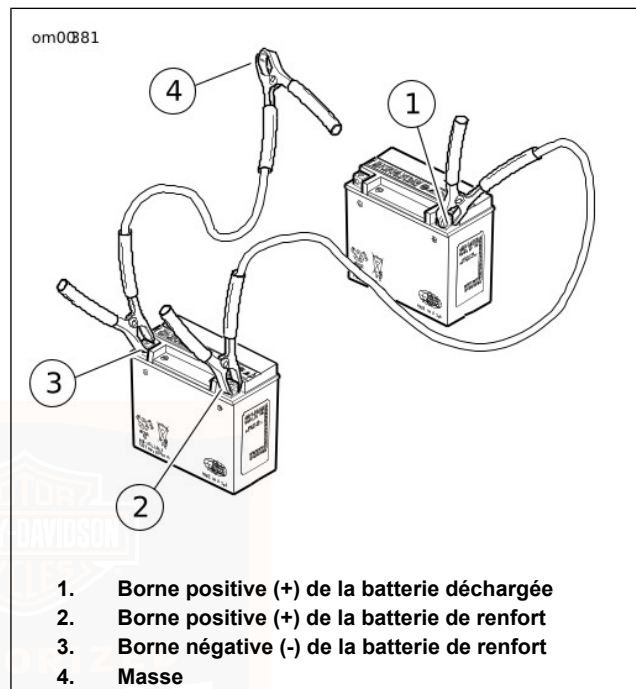

Figure 45. Connexions des câbles de démarrage
1. Voir la Figure 45. Connecter une extrémité du câble de démarrage à la borne positive (+) de la batterie DÉCHARGÉE (1).
2. Connecter l'autre extrémité du même câble à la borne positive (+) de la batterie de RENFORT (2).